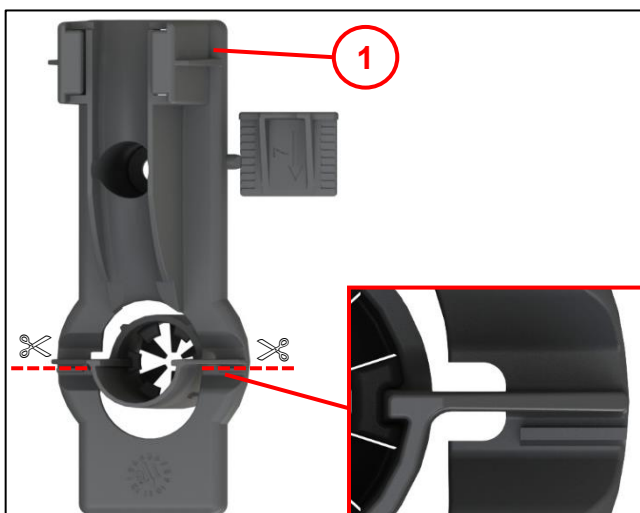

Abb. 18
**Beachten:** bei Einbau dicht oberhalb der Bodenplatte weiter bei Abb. 18.
- Führungselement (1) an Bohrung ansetzen und einschlagen bis Grundplatte an der Mauer anliegt.
- Nageldübel 6x40 mm (2) in die Wand einschlagen und festziehen.